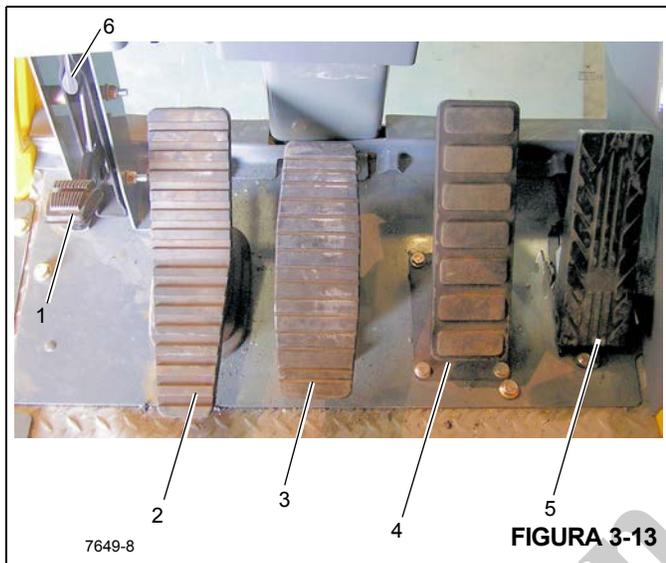

FIGURA 3-13
Números dos itens da Figura 3-13
O pedal da trava contra giro (1, Figura 3-13) está localizado no lado esquerdo do piso da cabine do guindaste. O pedal do freio é usado para ativar a trava contra giro e manter momentaneamente a torre na posição. Para liberar a trava contra giro, puxe para cima a Alavanca de liberação da trava contra giro (6).
O Pedal do freio de giro (2, Figura 3-13) localiza-se no lado esquerdo do piso da cabine. O Pedal do freio de giro é usado para acionar o freio de giro para diminuir a velocidade do ou interromper o movimento de giro. A frenagem é proporcional ao pressionamento do pedal. Com o pedal não pressionado e a válvula de controle do freio de giro desen-
O Pedal de controle do telescópio (3, Figura 3-13) localiza-se no lado esquerdo do piso da cabine. Empurrar a parte superior do pedal para frente estenderá a lança e empurrar a parte inferior do pedal para baixo retrainá a lança.
O Pedal do freio de serviço (4, Figura 3-13) é o segundo pedal no piso da cabine a partir da direita. Pressionar o pedal controla o acionamento dos freios de serviço.
O Pedal do acelerador (5, Figura 3-13) está localizado abaixo do módulo do mostrador do RCL (Limitador de capacidade nominal), no piso. Ele é usado para controlar a rotação do motor, que aumenta ou diminui proporcionalmente com a pressão aplicada no pedal. O pedal é conectado eletricamente ao módulo de controle da superestrutura que envia o sinal ao ECM do motor através do data link J1939.